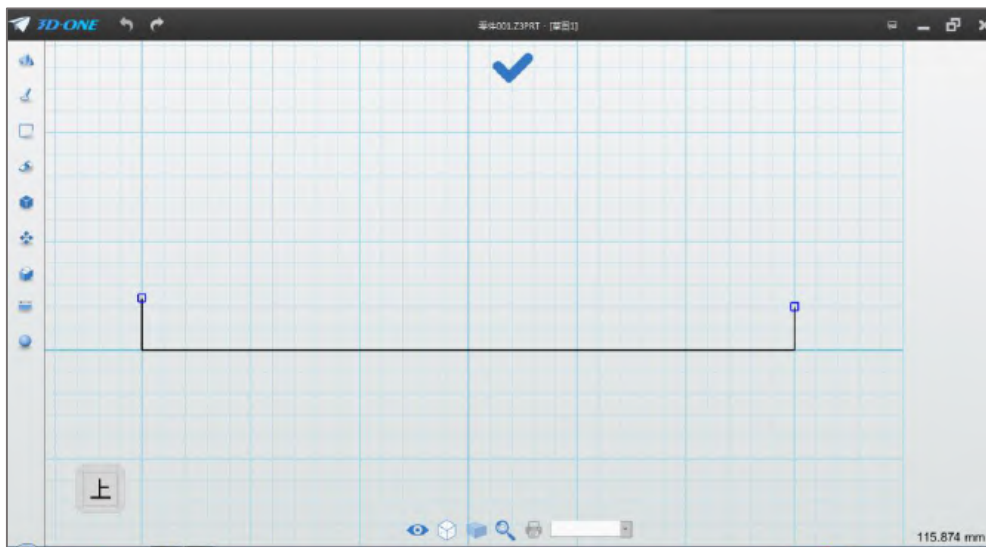

图 1-2
Step 2 此时可以调整左下方的立体视图，点击“上”，正视工作区，选择直线命令 ，在上步骤绘制的直线左侧绘制长为 12 的竖直直线，右侧绘制长为 10 的竖直直线，如下图 1-2 所示：